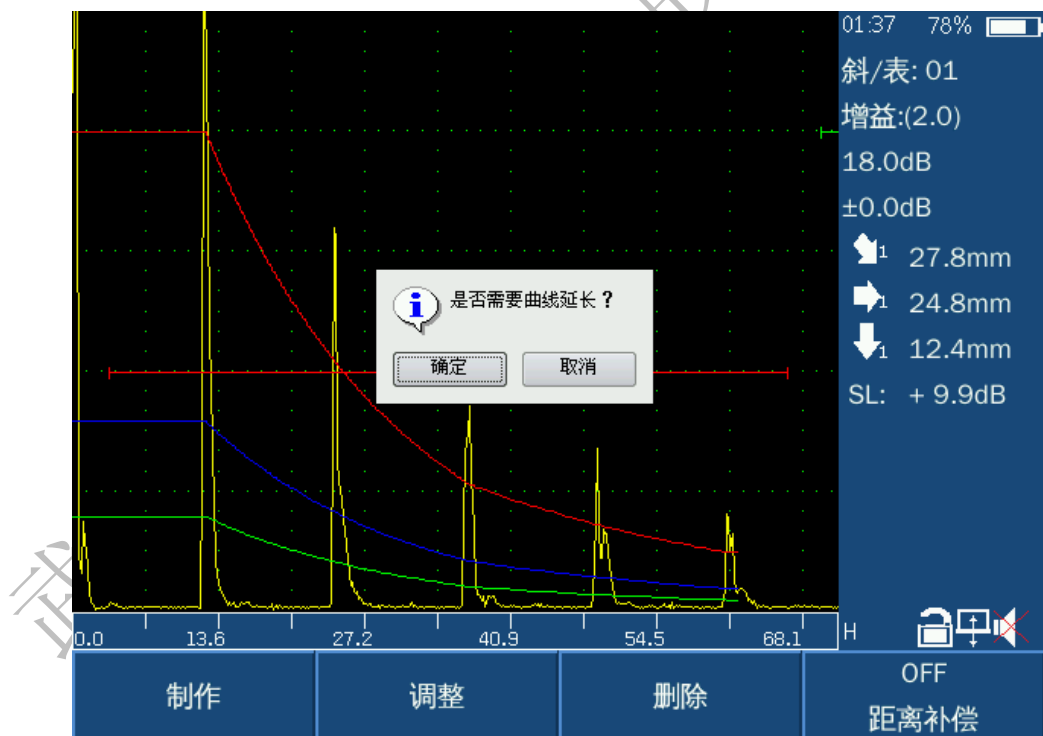
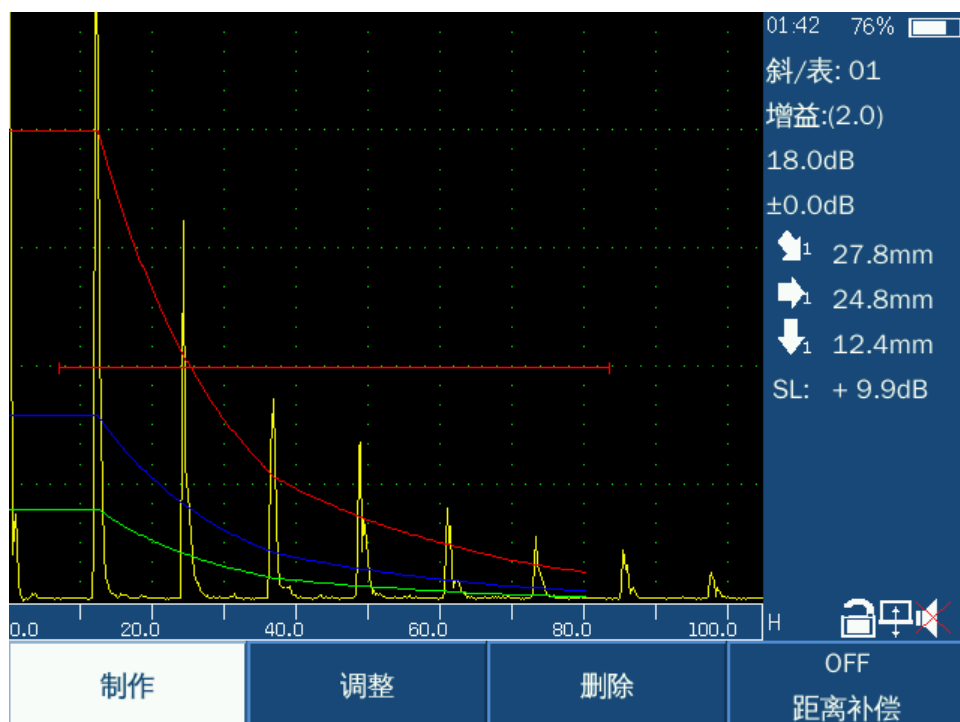

图 11
图 12
9. 按制作键，依次输入探头规格，探头频率，延长深度，完成延长功能（图 11）（图 12）